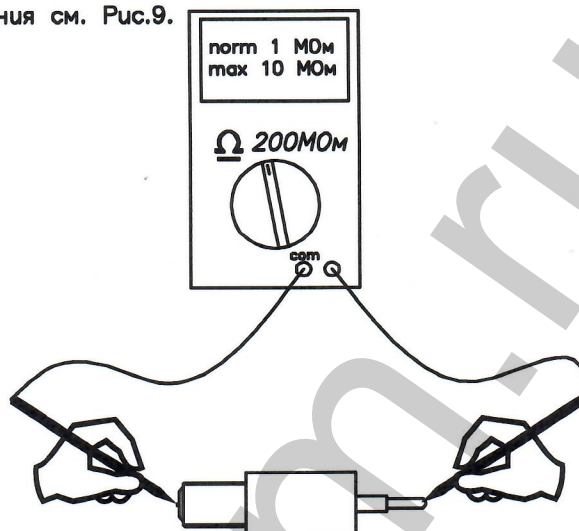

Рис.9
3.4 Замерить сопротивление электрода сравнения см. Рис.9.